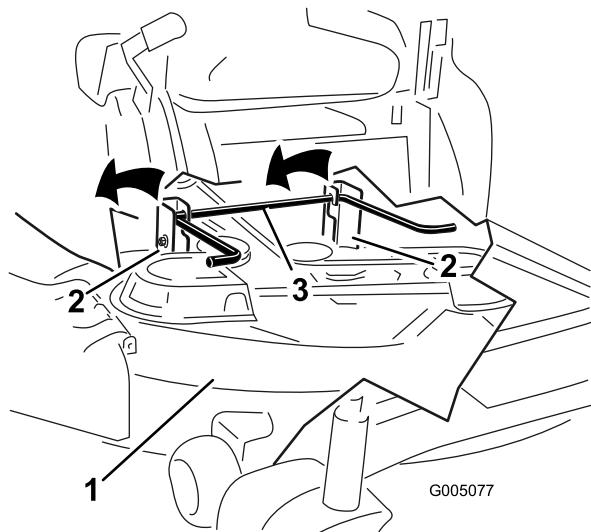

Figura 48
- Alzate il tosaerba e i supporti di sostegno dall'asta di sollevamento posteriore e abbassate con cautela il tosaerba al suolo (Figura 48).
5. Alzate la parte posteriore del piatto di taglio e guidate i supporti di sospensione lungo l'asta di sollevamento posteriore (Figura 48).